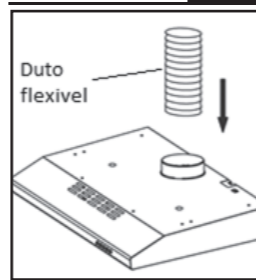

Fig. 5
- Em seguida, monte o flange (A) (Fig. 5) no furo de saída de ar, que fica na parte de cima do aparelho. Posicione as 3 lingüetas da base do flange coincidindo com os recortes do furo e então, gire o flange ligeiramente para a direita até fixar.
Importante: O furo de saída de ar (Fig. 5) localizado no topo do aparelho, não precisa ser fechado quando o mesmo for fixado na parede. Porém, se a função escolhida for o modo depurador com fixação em um armário suspenso de cozinha, é necessário fechar o furo de saída de ar com a tampa fixa (plástica) fornecida no kit de instalação.